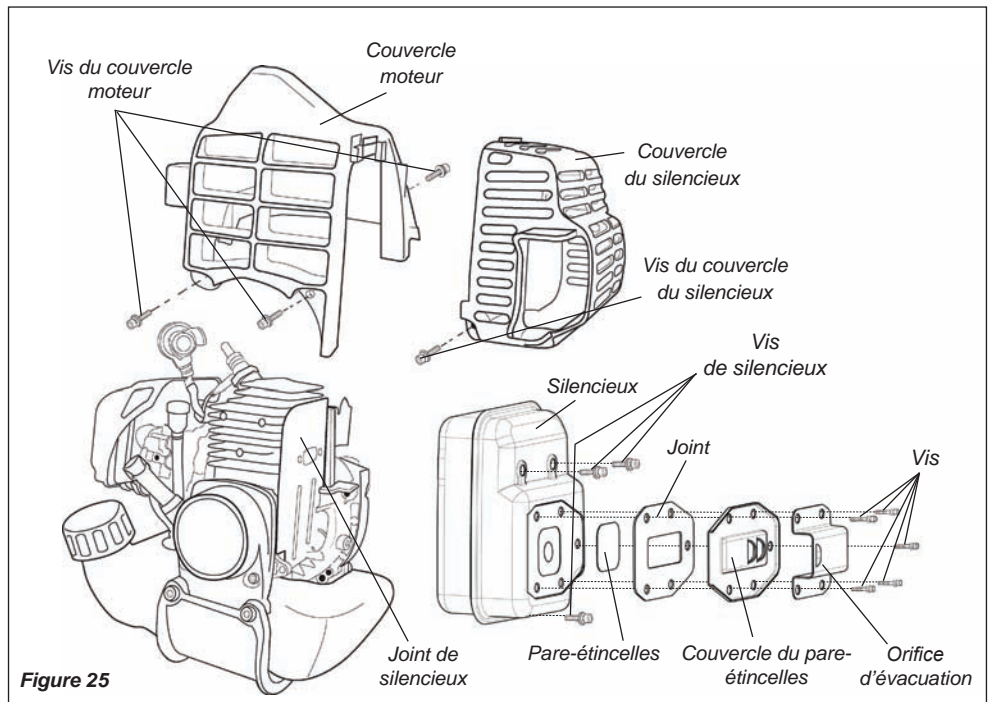

Figure 25
2. Avec une clé hexagonale de 3 mm, ôter le couvercle du silencieux, les trois vis du couvercle moteur et le couvercle moteur. Voir figure 25.